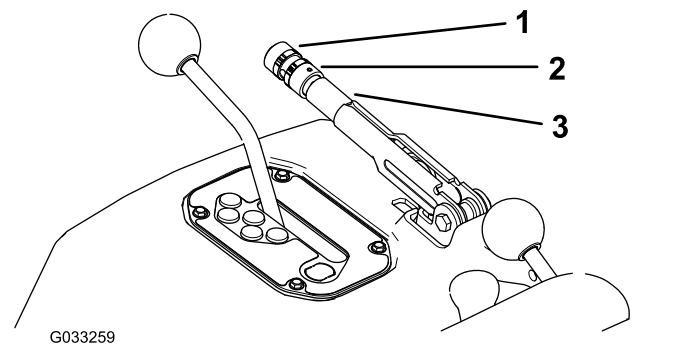

Bild 75
2. Lösen Sie die Stellschraube, mit der das Handrad am Feststellbremshebel befestigt ist (Bild 75).
3. Drehen Sie das Handrad (Bild 75), bis eine Kraft von 20 kg bis 22 kg erforderlich ist, um den Hebel zu betätigen.
4. Ziehen Sie die Stellschraube fest (Bild 75).